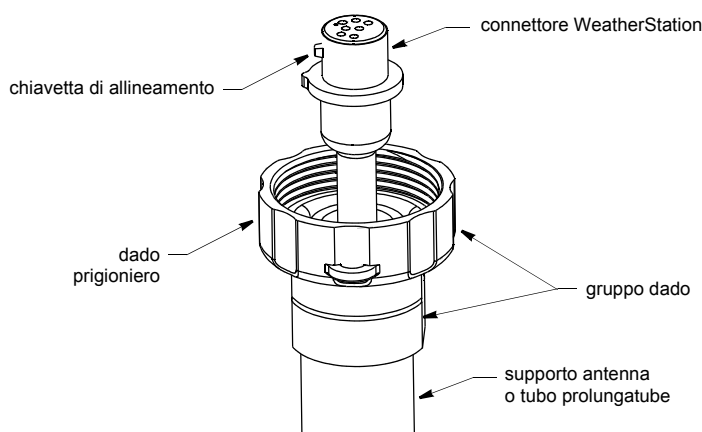

Figura 5. Collegamento del cavo allo strumento WeatherStation
1. Con il gruppo dado sul cavo vicino al connettore WeatherStation, infilate il cavo attraverso il tubo di prolunga (se utilizzato), il supporto dell'antenna e l'uscita del cavo. Assicuratevi di lasciare sufficiente cavo libero oltre il gruppo dado (Figura 5).